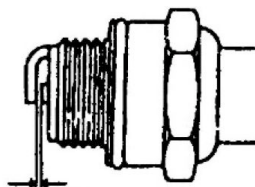

Рис. 25
- Проверьте зазор между электродами специальным плоским щупом. Нормальный зазор должен составлять 0,7–0,8 мм. При необходимости отрегулируйте величину зазора, осторожно подгибая боковой электрод (рис. 25).